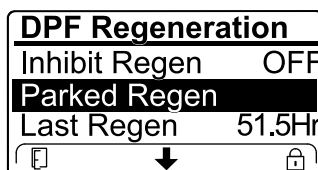

Figura 50
- Se o computador do motor pedir uma regeneração de recuperação ou se estiver a processar uma regeneração de recuperação e percorrer a opção REGENERAÇÃO EM ESTACIONAMENTO, a regeneração em estacionamento bloqueia e o ícone de bloqueio (Figura 50) surge no canto inferior direito do InfoCenter.